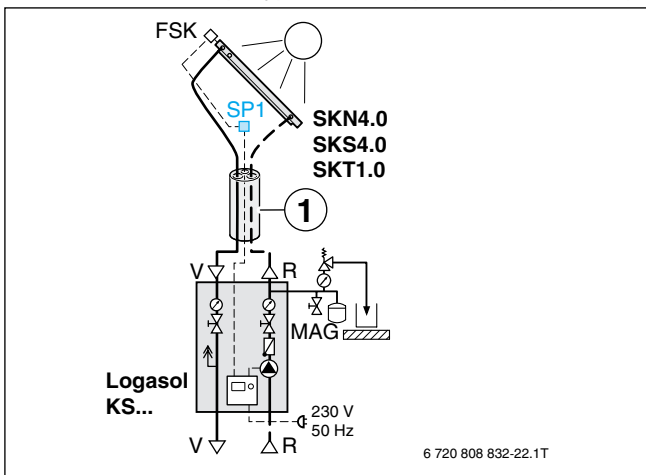

Рис. 13. Защита от перенапряжения для системы регулирования (пример установки)
► Необходимо предусмотреть отдельное сетевое электроподключение в пределах досягаемости длины кабеля датчика температуры коллектора FSK (см. рис. 13).